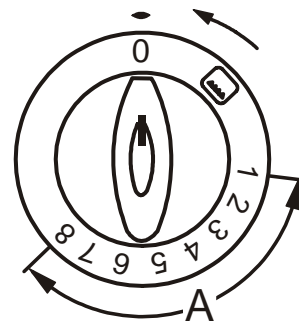

Bild 17 Backofenschalter
- Der Backofenschalter (Bild 17) ermöglicht das Öffnen und ^oSchließen der Gaszufuhr zum Backofenbrenner.